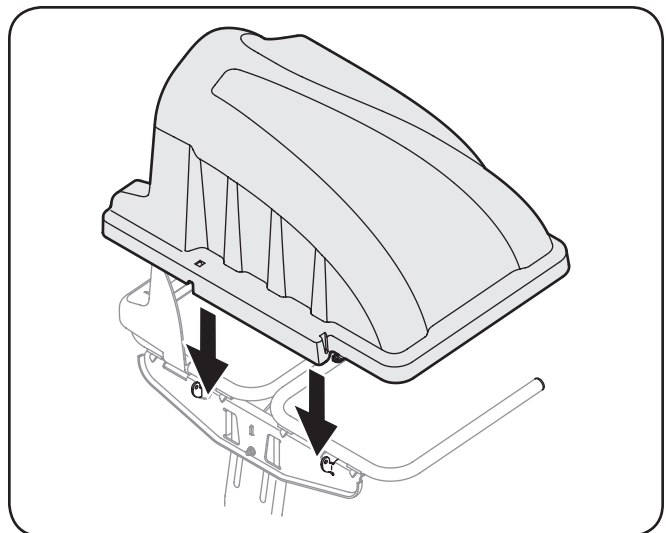

Figure 4-14
5. Installez le couvercle du dispositif d'ensilage sur l'assemblage du support de sac, comme illustré à la figure 4-14. Le couvercle de plastique doit être installé à l'intérieur des deux languettes de montage.